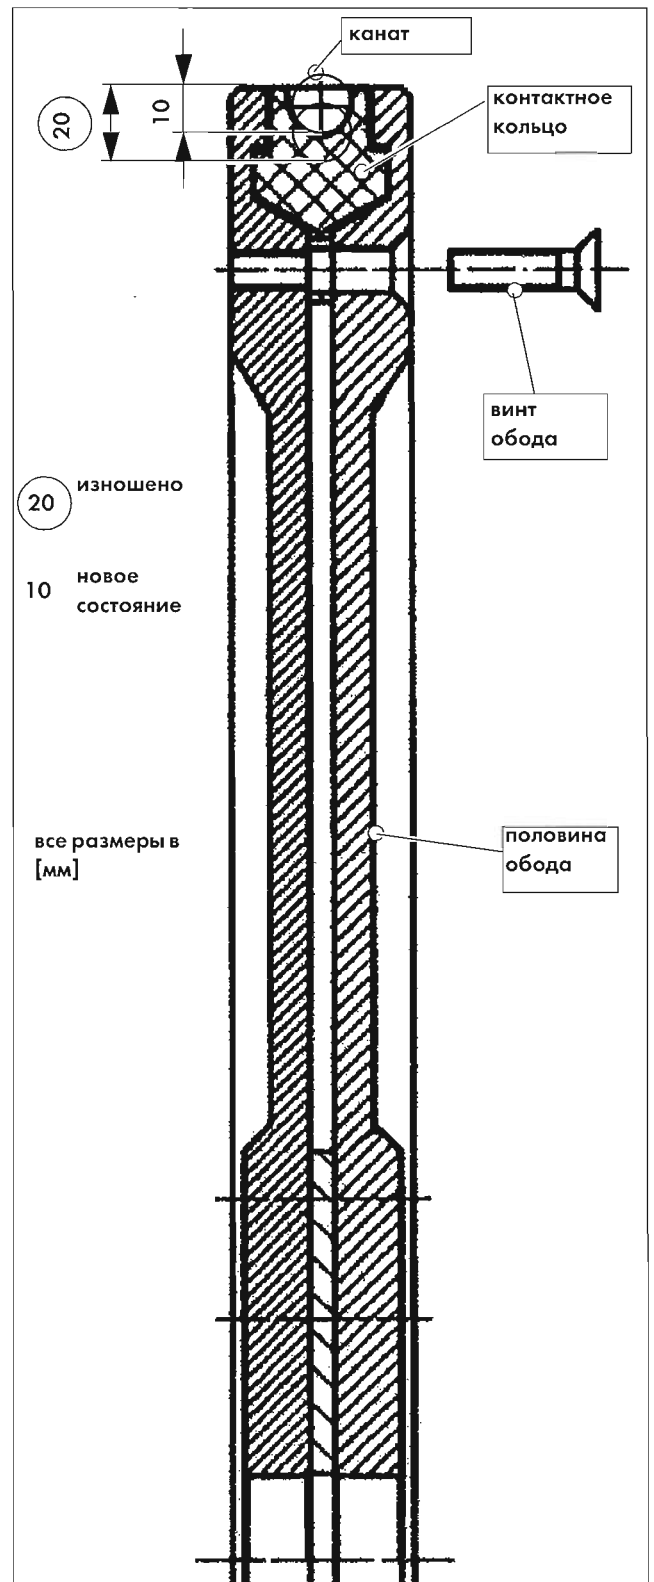

Рис. 8.5 Границы износа контактного кольца на приводном колесе каната CSA•1000 / 1001 (∅ 600 мм приводное колесо в поперечном сечении)
2. Проверьте и измерьте, достигло ли контактное кольцо приводного колеса границ износа (Рис. 8.5)!
3. Отвинтите 6 винтов (с гайками) на внутреннем кольце и 8 винтов из внешнего кольца половинки приводного колеса (Рис.5.8 и 8.5) и отделите верхнюю (правую) от нижней (левой) половинки обода (Рис. 8.5)!